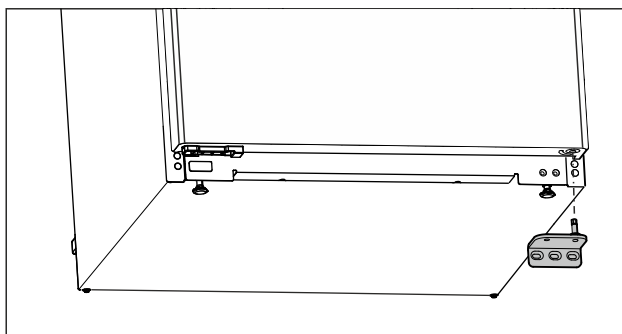

Fig. 11
- Odoberte ložiskovú konzolu smerom nadol. (pozri Fig. 11)